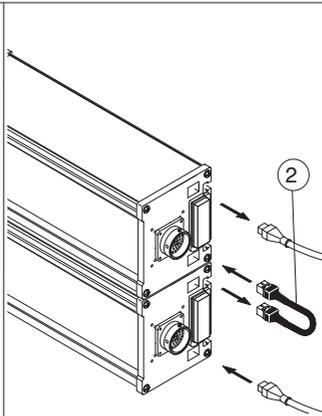

Fig.4
The kit includes box (pos. 1) and junction power cable (pos. 2 fig. 1 and fig. 4). 3-pole socket (pos. 3), power supply cable (pos. 4), support kit (pos. 5) and buzzer (pos. 6) available as optional.
Il kit include box (pos. 1) e cavo di giunzione box per alimentazione (pos. 2 fig.1 e fig. 4). Presa di alimentazione (pos. 3), cavo di alimentazione (pos. 4), kit supporto (pos. 5) e cicalino (pos. 6) disponibili su richiesta.